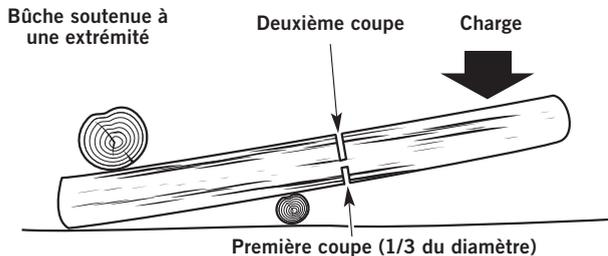

Fig. 16
- a. Si la bûche est supportée à une extrémité (Fig. 16), faites la première coupe par le dessous. Reportez-vous à la section Coupe par le dessous.